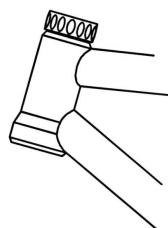

Fig.4
7. Das Gewinde der Schale (**10**) einfetten und in die Mutter (**11**) einschrauben. Loctite™ aushärten lassen (**Fig. 4**).
7. Gewinde der Schale (10) einfetten und die Mutter (11) sichern. Loctite™ aushärten lassen (**Fig.4**)
**ACHTUNG!** Noch nicht das Gewinde der Schale (10) oder der Mutter (11) mit Loctite™ bestreichen!